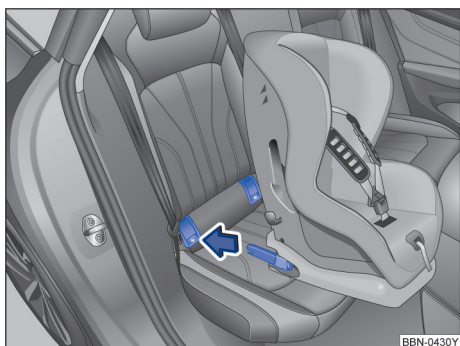

图 36 原理图: 安装带固定臂的 ISOFIX 儿童座椅
- 沿箭头方向将儿童座椅的固定臂推到 ISOFIX 固定点→图 36 上。必须能听到儿童座椅牢固卡止的声音；